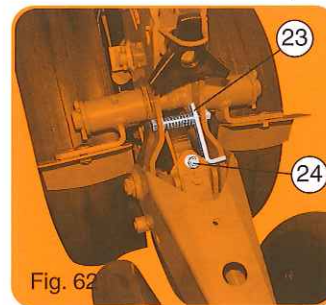

Fig. 62
Cette roue plombée est utilisable sur terrain plutôt sec, pour tous semis. Sur terrain trop humide, un bourrage au niveau de la roue est toujours possible, dans ce cas, escamoter la roue par le taquet (23) fig. 62. Si cette opération ne s'averait pas suffisante, il faudrait enlever la roue seule, en laissant le cadre (4) sur l'élément. Le décroisseur (11) Greenflex réversible doit être surveillé de temps en temps, et réglé avec précision à l'aide de l'écrou (24) fig. 62.
The press wheel has a diameter of 295 mm and a width of 21 mm and is in stainless steel. It can only be adapted on the NG Plus 2 units. It floats independently from the metering unit and the rear press wheel unit. The NG Plus 2 equipped in this manner, now becomes the NG Plus PRO. This press wheel can be used in rather dry soils for all types of seeds. In damp soil, a packing up of the wheel is always possible, in this case, retract the wheel using the latch (23) fig. 62. If this is not sufficient, the wheel only must be removed, leaving the frame (4) on the metering unit. The reversible Greenflex scraper (11) should be controlled from time to time and adjusted with precision using the nut (24) fig. 62.
Die Andruckrolle wird hauptsächlich auf trockenen Böden eingesetzt. Auf nassem Boden, wenn die Rolle verstopt, kann diese ausgehoben werden und mit dem Hebel (23) Fig. 62 arretiert werden. Wenn diese Maßnahme nicht ausreicht, muß die Rolle vom Element ausgebaut werden. Der nachstellbare GREENFLEX-Abstreifer ist von Zeit zu Zeit zu kontrollieren und entsprechend nachzustellen. (24) - Fig. 62)
Dit aandrukwieltje Ø 295 x 21 mm met RVS bandage kan alleen op een "NG Plus 2" element gemonteerd worden. Het heeft een vlottend werking, onafhankelijk van het element en van het aandrukblok achteraan. Indien zo uitgerust wordt een "NG Plus 2" dan "NG Plus PRO" genoemd. Het "PRO" wieltje wordt voor alle typen zaaiwerk op betrekkelijk droog terrein aanbevolen. Op een te vochtig terrein kan een verstopping gebeuren ter hoogte van het wieltje. In dat geval dient het wieltje dank zij de klamp (23) opgeklapt te worden (afb. 62). Indien deze verrichting onvoldoende is, kan het losse wieltje verwijderd worden; het frame (4) blijft op het element. De omkeerbare Greenflex toestrijker (11) periodiek nakijken en nauwkeurig afstellen met behulp van de afstelmoer (24) (afb. 62).
- Position escamotée (fig. 62).
- Retracted position (fig. 62).
- Pos. Fig. 62 wieder anbringen